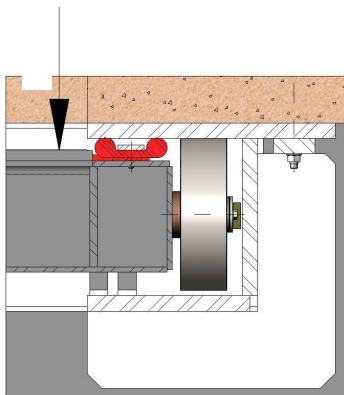
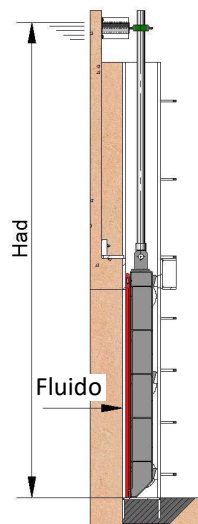

fig. 7
fig. 8
- UNIDIRECCIONAL DESFAVORÁVEL: (fig. 7 e fig. 8)